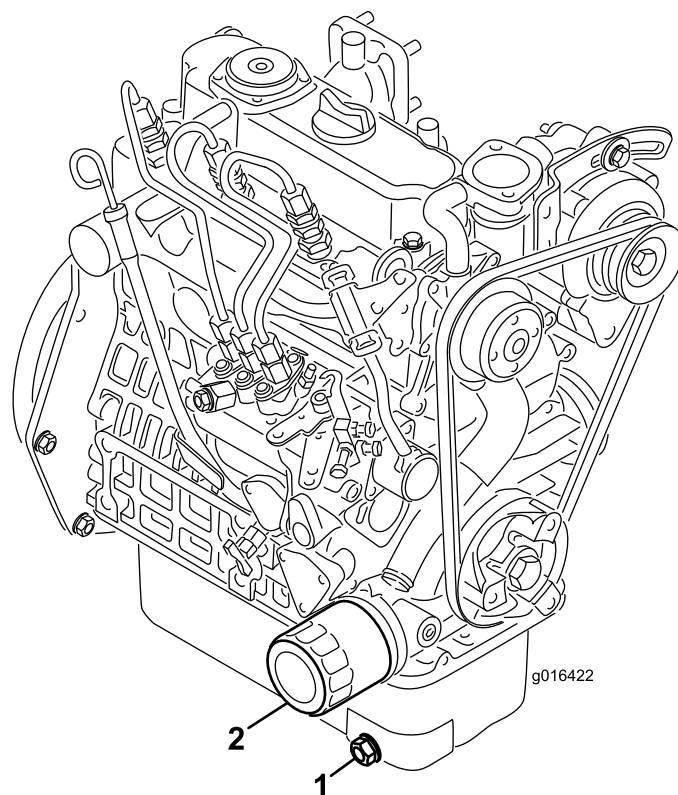

Рисунок 39
1. Снимите маслосливную пробку (Рисунок 39) и дайте маслу стечь в сливной поддон. Когда масло перестанет течь, установите маслосливную пробку на место.